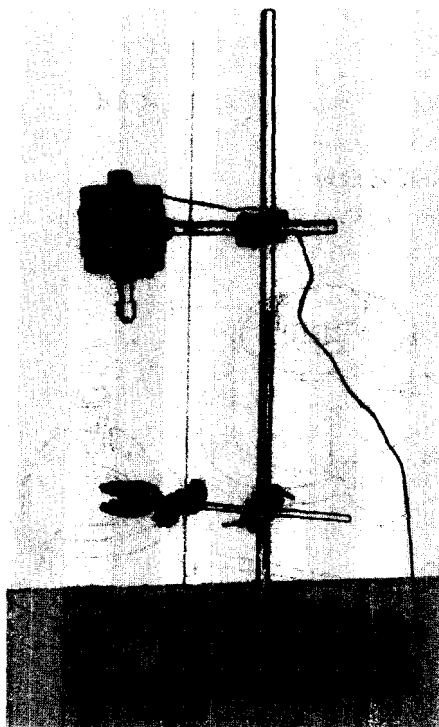

图 5 电动搅拌器
(2) 电动搅拌器 由机座、电动机、调速器三部分组成，如图 5 电动机主轴配有搅拌扎头，旋紧螺旋，可以紧紧地扎住连接搅拌器的玻璃棒。使用时，转动调速器旋钮，逐渐加速至符合要求的转速为止，不要一下子开至高速挡。搅拌速度不宜太快，避免液体